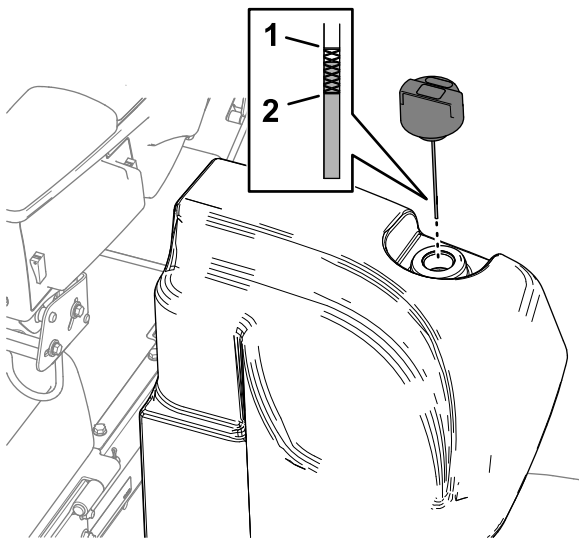

Bild 145
2. Reinigen Sie den Bereich um den Füllstutzen und den Deckel des Hydraulikbehälters (Bild 145).